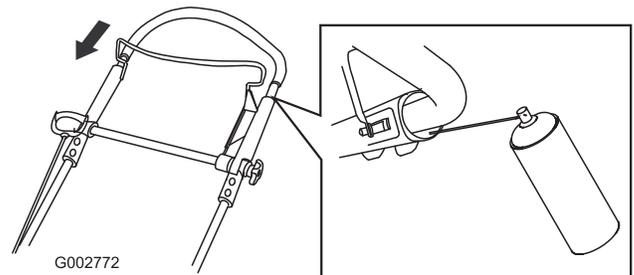

Bild 46
2. Drücken Sie den oberen Bügel ganz nach unten und sprühen Sie die innere Kunststoffoberfläche des äußeren Bügels ein (Bild 46).